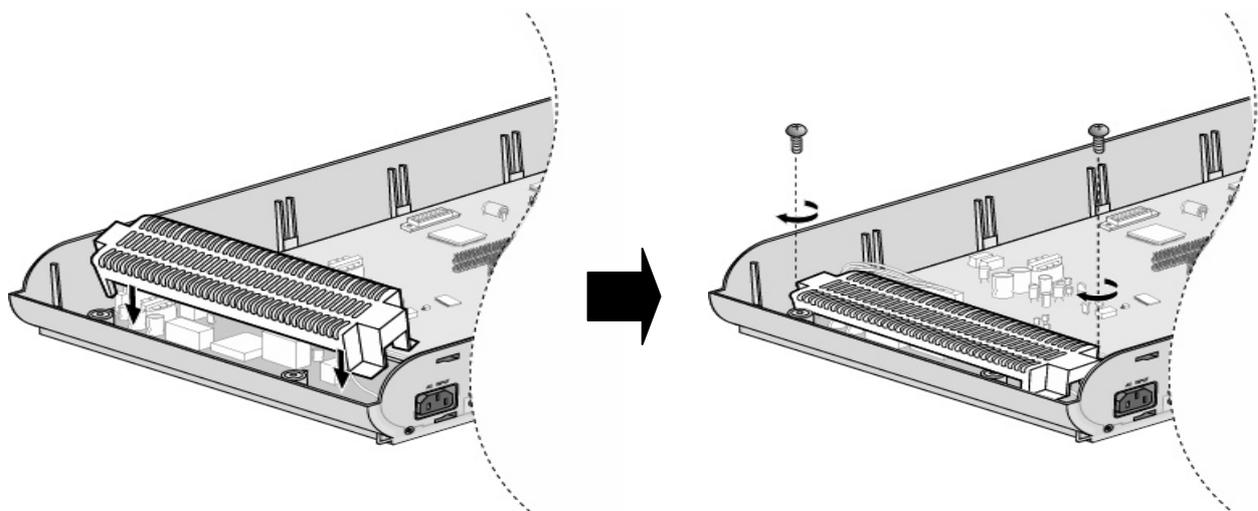

Figura 2.1.5b Instalación PSU
2. Coloque la tapa de la PSU sobre la PSU como se muestra en la Figura 2.1.5b. Entonces gire los tornillos hacia la derecha hasta ajustarlos con seguridad.